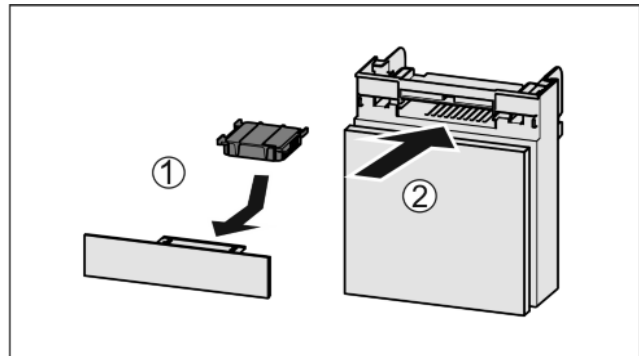

Fig. 36
- ▶ Поставете Fig. 36 (1) филтърта с активен въглен, както е показано на фигурата.
- ▶ Вкарайте Fig. 36 (2) отделението.